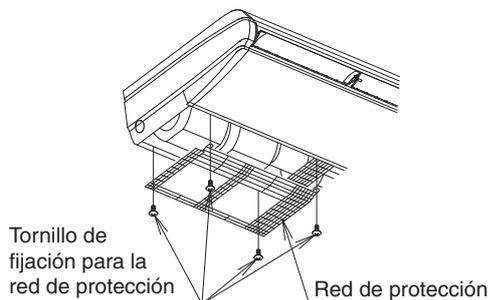
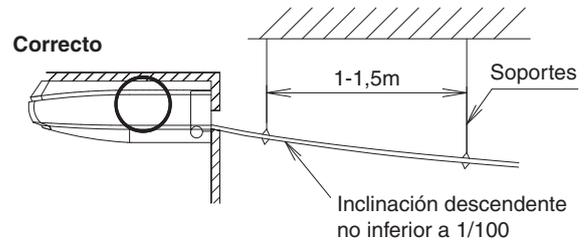
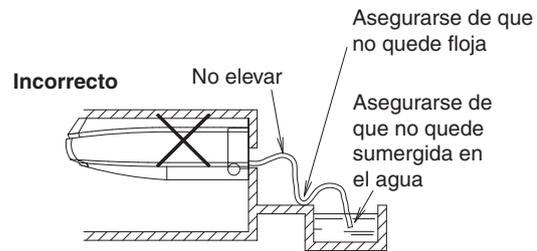

Fig. 22
Fig. 23
Fig. 24
- Cuando coloque la tubería de drenaje en el lado posterior/izquierdo, retire la red protectora. A continuación, retire el tapón del desagüe y el material aislante colocado en el desagüe del lado izquierdo y colóquelos en la toma de drenaje del lado derecho. A continuación, introduzca el tapón del desagüe hasta el fondo para evitar una fuga de agua. Tras la instalación de la manguera de drenaje (1) (accesorio), coloque la red protectora siguiendo, en orden inverso, los pasos indicados para retirarla. **(Refiérase a la Fig. 22)**
- Seleccione un diámetro de tubería equivalente o superior al de la tubería de drenaje (1) (accesorio) (tubería de cloruro polivinílico, diámetro nominal 20 mm, diámetro exterior 26 mm).
- Instale la tubería de drenaje lo más corto posible con inclinación descendente de 1/100 o más y sin las que el aire puede estancarse. **(Refiérase a la Fig. 23 y Fig. 24)** (De lo contrario, pueden producirse gorgoteos)
- Instale los soportes a una distancia de entre 1 y 1,5 m para que la tubería no se desvíe. **(Refiérase a la Fig. 23)**